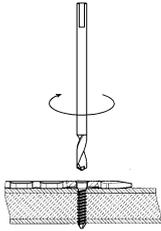
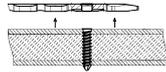

図2
図3
- 3.0 ロッキングスクリュー又は3.5 ロッキングスクリューのヘクスロープ穴が破損し、ドライバーで抜去できない場合は、3.0 ロッキングスクリューは3.0 超硬ドリル、3.5 ロッキングスクリューは4.0 超硬ドリルを使用し、ドリルを右回転させ、スクリューヘッドを切削します。(図2) プレート下面までドリリングし、スクリューとプレートを分離します。(図3)